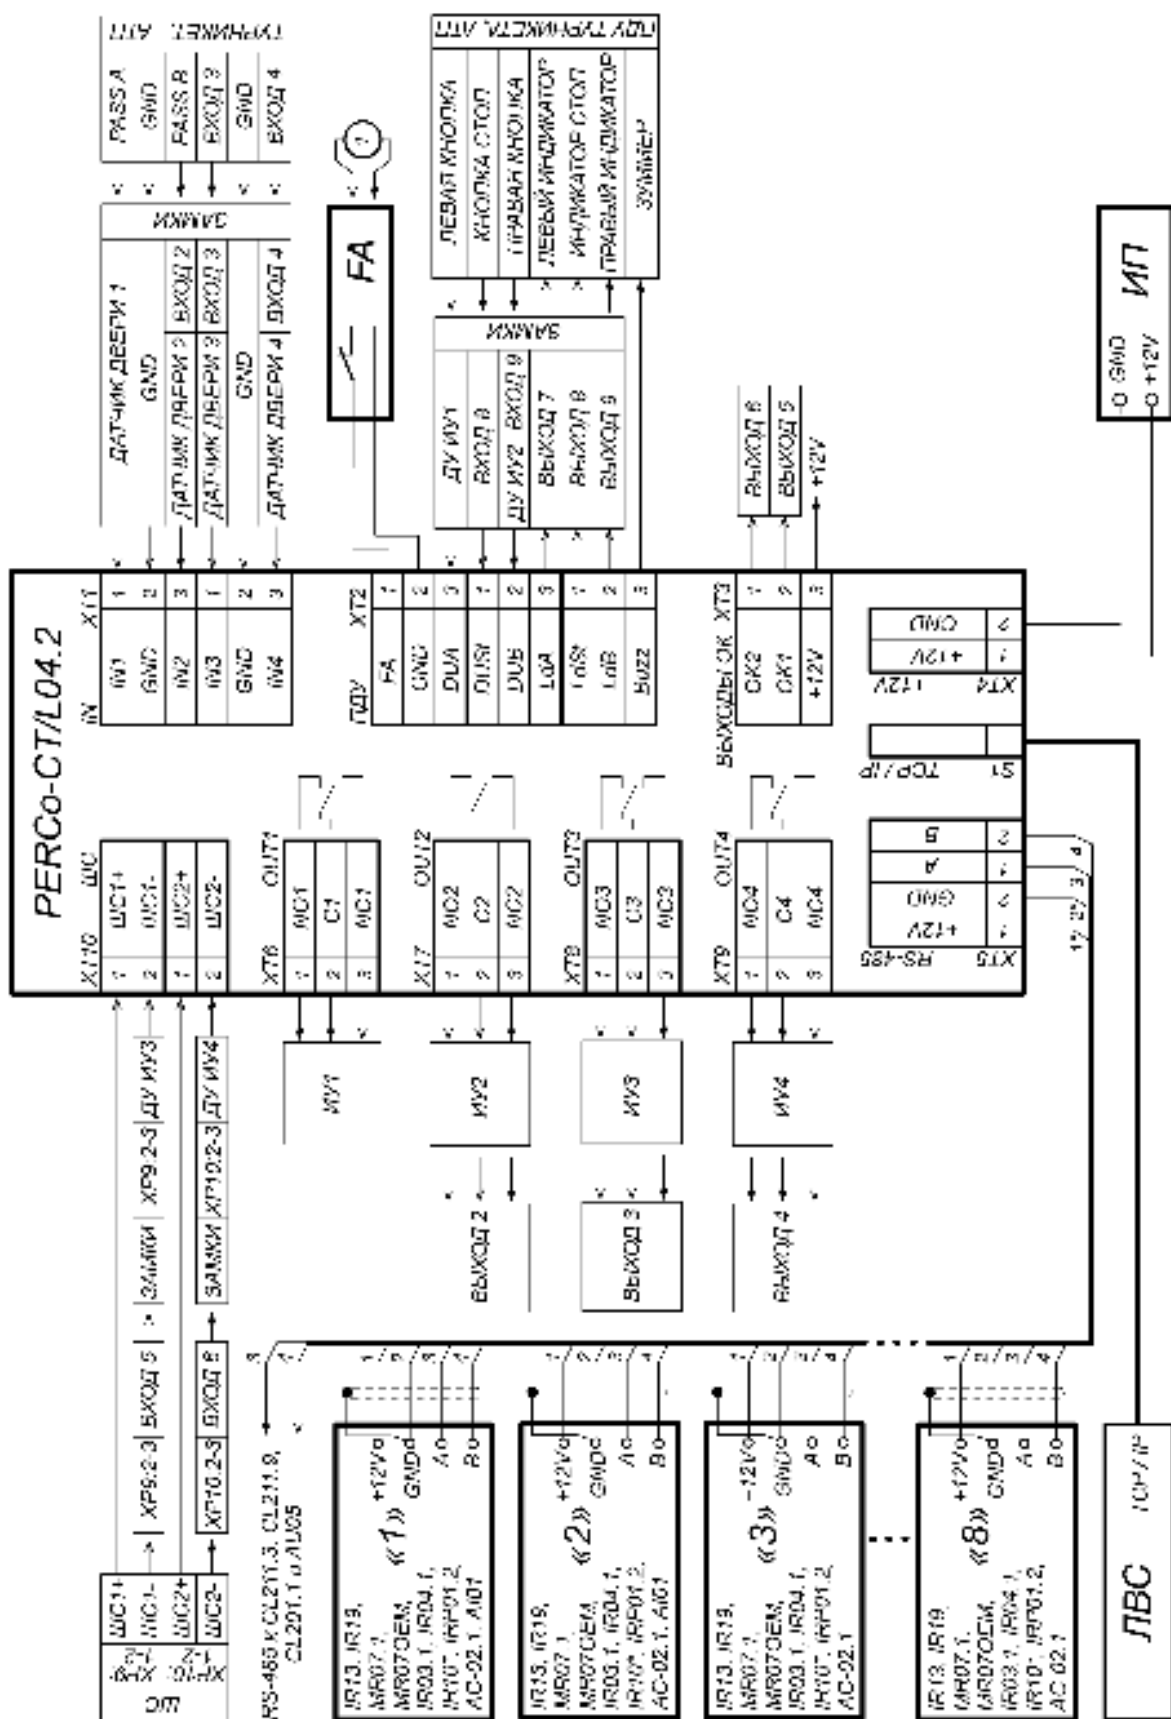

Рисунок 3. Общая схема подключений
При подключении к RS-485 руководствуйтесь инструкциями на подключаемые устройства и схемой, представленной на рис. 3. Для подключения линии связи RS-485 к контроллеру применяется кабель типа №2 (см. табл. 5).
Возможны следующие варианты подключения считывателей (см. рис. 3):
Подключение к контроллеру осуществляется согласно схемам, представленным на рис. 3 - 13. Используемые типы кабелей указаны в табл. 5. Расположение клеммных колодок на плате контроллера указано на рис. 1.
7. Установите ИП, подключите кабель от ИП к клеммной колодке **XT4** нижней платы контроллера согласно схеме, представленной на рис. 3.
2. Подключение замка производится к клеммным колодкам **XT6-XT9** нижней платы контроллера в соответствии со схемами подключения (см. рис. 3 - 5).
Аварийная разблокировка (аварийное открытие прохода) исполнительных устройств производится по команде устройства аварийной разблокировки (аварийного открытия прохода) *Fire Alarm*. Устройство *Fire Alarm* подключается к входу контроллера *FA* (контакты *FA* и *GND* клеммной колодки **XT2**, см. рис. 3, 5, 10). При отсутствии устройства *Fire Alarm* на вход должна быть установлена перемычка проводом (установлена при поставке). Параметры для сигнала *FA* указаны в разд. 5.5.2. При подаче управляющего сигнала на вход *FA* контроллер переводится в режим *Fire Alarm*. В этом режиме все подключенные ИУ разблокируются (открываются) для прохода в обоих направлениях. Другие команды управления при этом игнорируются.